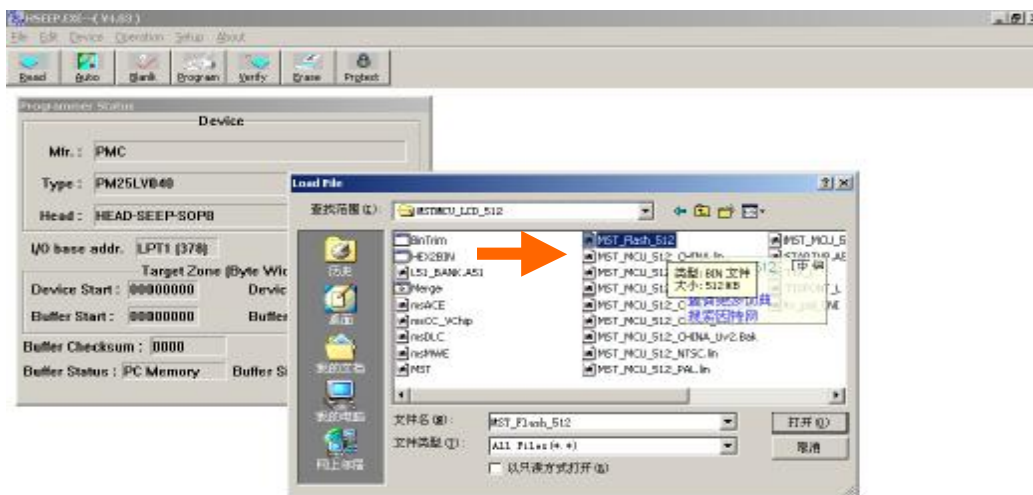

图 7
6、点击“File”菜单，选择“Load File”，如（图 7）
7、双击 MST\_Flash\_512 文件（图 7 箭头所示），出现（图 8）界面